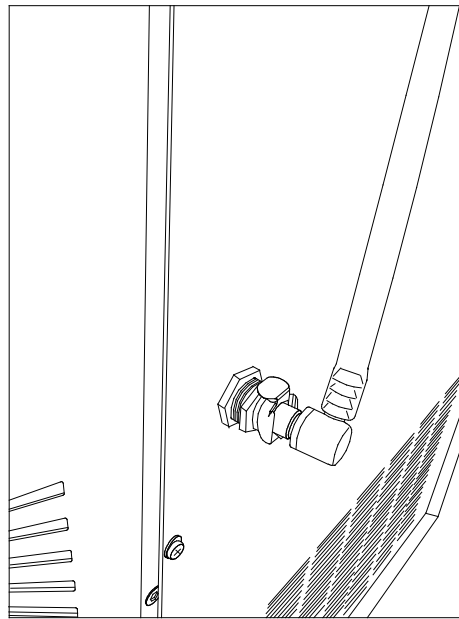

fig. 137
- Para retirar los recipientes del desinfectante afloje en primer lugar el empalme instantáneo (fig. 137). Seguidamente retire el recipiente de su soporte.